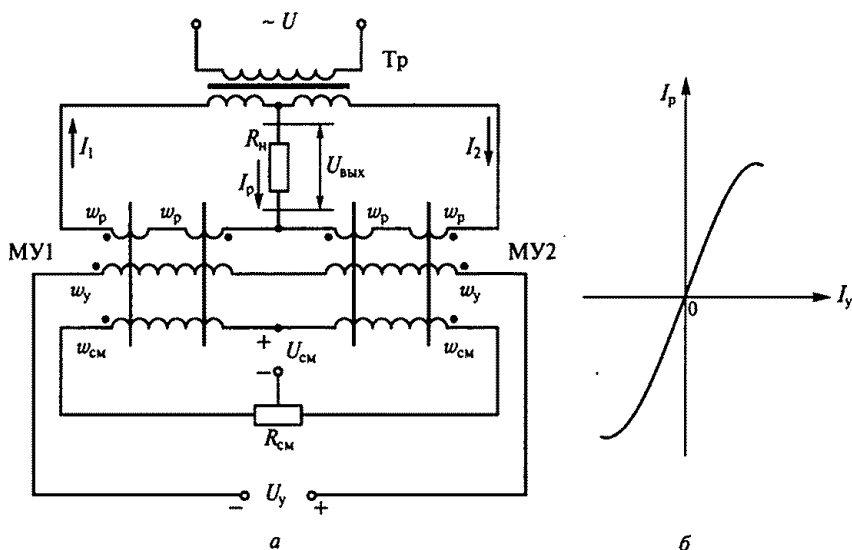

Рис. 276
12.26. На рис. 276, *а* приведена дифференциальная схема реверсивного магнитного усилителя, состоящего из двух нереверсивных магнитных усилителей МУ1 и МУ2. При подаче напряжения смещения U_{cm} статические характеристики усилителей МУ1 и МУ2 смещаются в разные стороны, в результате чего статическая характеристика реверсивного усилителя определяется как разность характеристик нереверсивных усилителей (рис. 276, *б*).
12.27. Чему равен в любой момент времени ток I_p в нагрузке с сопротивлением R_n реверсивного магнитного усилителя, показанного на рис. 276, а?
12.28. Как изменится фаза тока в нагрузке I_p реверсивного магнитного усилителя, показанного на рис. 276, при изменении полярности тока управления I_y ?
12.29. Какое утверждение о токах I_1 и I_2 рабочих обмоток усилителей МУ1 и МУ2 в дифференциальной схеме, показанной на рис. 276, верное?
12.30.Р. Коэффициенты усиления по току K_{I1} и K_{I2} соответственно нереверсивных МУ1 и МУ2 в дифференциальной схеме, показанной на рис. 276, равны 10^3 . Чему равен коэффициент усиления K_I реверсивного магнитного усилителя?